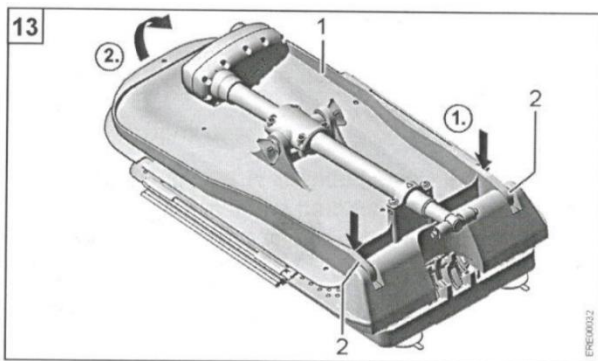

Рис. 9
2. Акуратно натисніть на фіксуючі кріючки (див. Рис. 9; 2). Вони повинні вийти в пази.
3. Візьміться за верхню частину спинки (див. Рис. 9; 1) і розпряміть її до кінцевого положення.